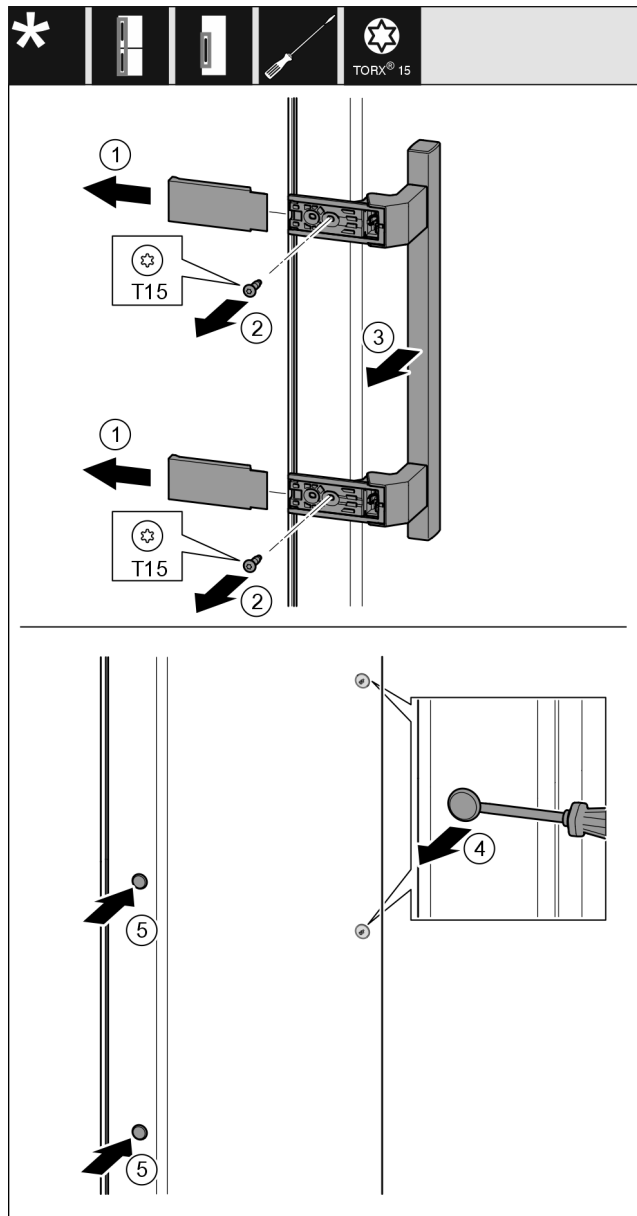

Fig. 24
- ▶ Stáhněte kryt Fig. 24 (1).
- ▶ Šroubovákem vyšroubujte šrouby Fig. 24 (2).
- ▶ Sejměte madlo Fig. 24 (3).
- ▶ Postranní zátku Fig. 24 (4) opatrně plochým šroubovákem nadzvedněte a vytáhněte.
- ▶ Zátku Fig. 24 (5) opět vložte na druhou straně.